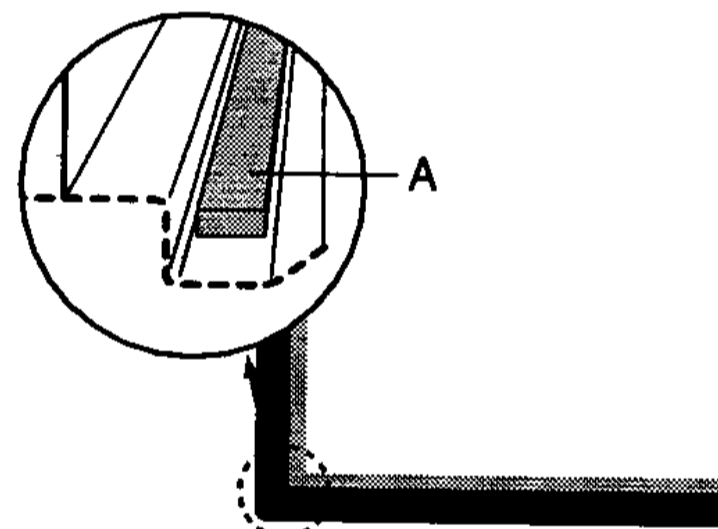

fig. 6
- Plak het meegeleverde afdichtband (A) onder de rand van de kookplaat (zie fig. 6).